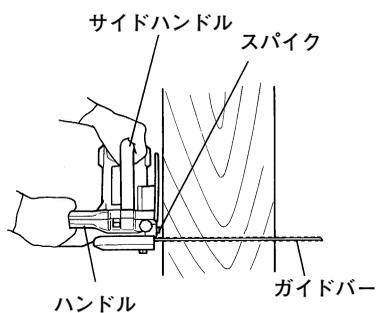

図 11
(4) 木材を水平方向に切断する場合は、ガイドバーが下側になるよう機体を右側に倒した状態でサイドハンドルの上側を左手で持ちます。ガイドバーを水平にして機体の前部についているスパイクを木材に当て、このスパイクを支点としてハンドルを右に回すようにして切り込みます。(図 11)